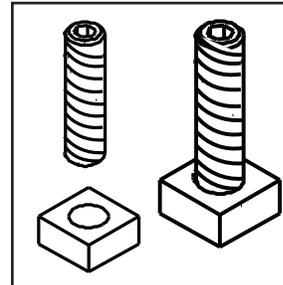

Figure 21.2
8. Vissez les boulons Allen dans les écrous jusqu'à ce qu'ils soient à égalité (**Figure 21.2**).